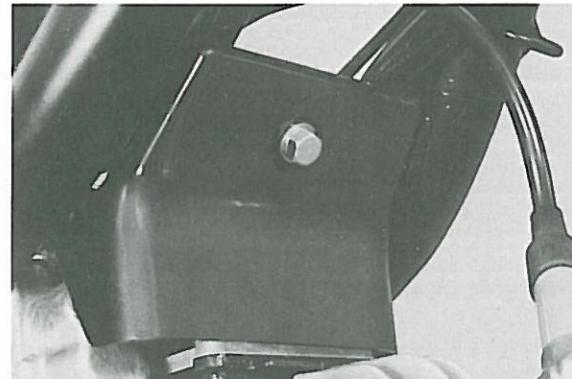

Fig. 3-1-2
- Remove panel cover and front cover. (Fig. 3-1-2)
- Enlever le couvercle du panneau et le couvercle avant. (Fig. 3-1-2)
- Abdeckung und Frontdeckel entfernen. (Fig. 3-1-2)